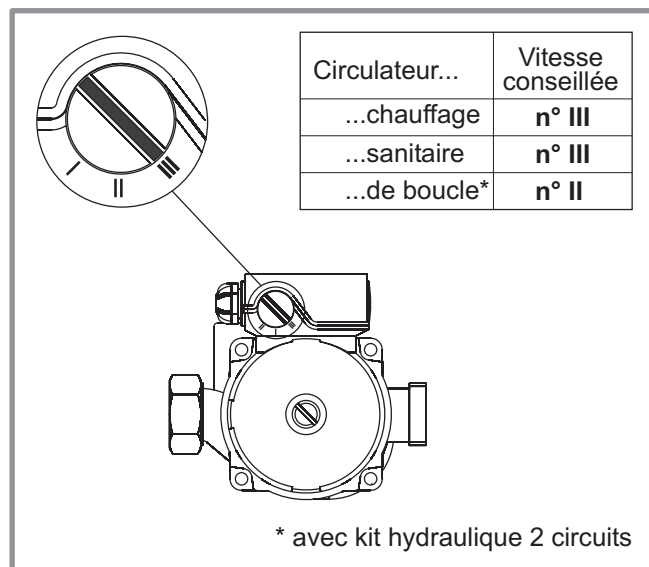

figure 26 - Vitesse de circulation conseillée
- Vérifier la vitesse des circulateurs (*figure 26*).